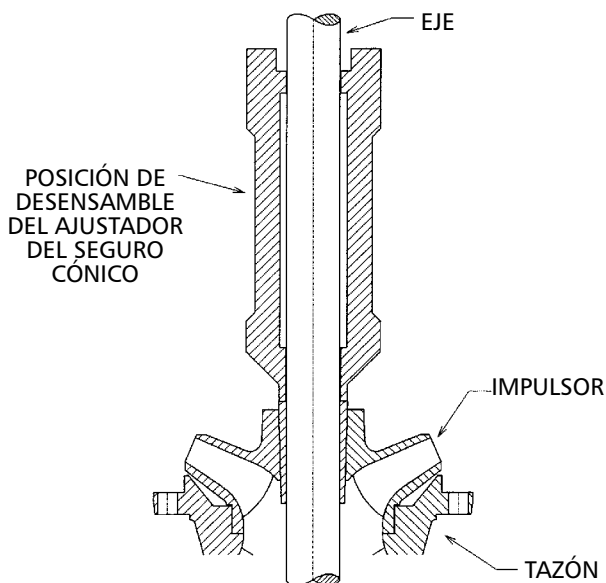

Figura 22
5. Inserte un destornillador dentro de la ranura en el seguro cónico (677) para ensancharla y deslizar el seguro cónico sobre el eje de la bomba. **Detenga el impulsor contra el tazón y deslice el seguro sobre el cubo del impulsor.**
6. Retenga el impulsor firmemente contra el tazón/campana de succión y coloque el seguro en su lugar con un ajustador del seguro cónico (ver Figura 22). Después de que el impulsor se ha fijado en su posición, el extremo superior del seguro debe estar a 1/8" sobre el cubo del impulsor.
7. Deslice el tazón intermedio (670) sobre el eje y asegúrelo con los tornillos de casquete proporcionados.